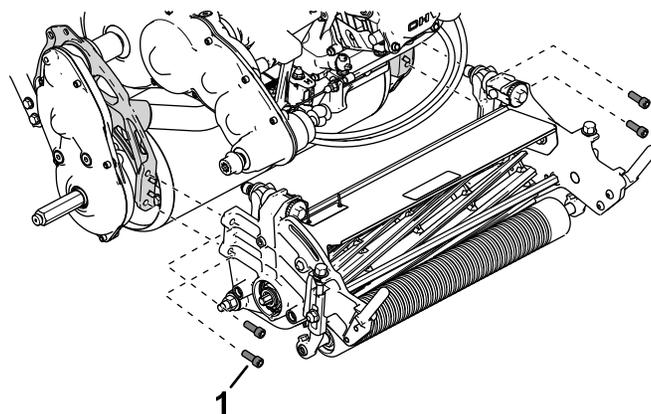

Рисунок 4
3. Используйте 4 винта с внутренними шестигранниками для установки режущего блока на машину (**Рисунок 4**).